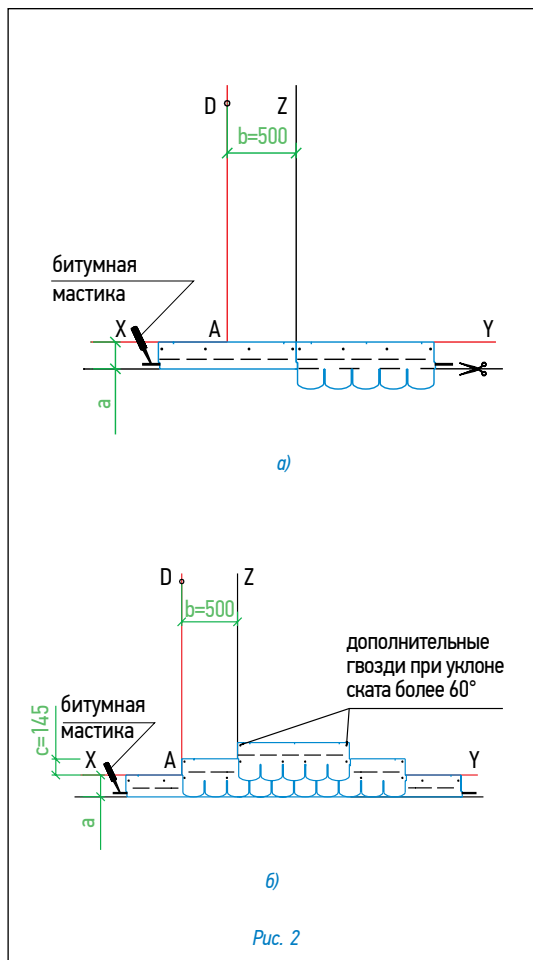

Рис. 2
Укладка материала (рис. 2)
- Начальный ряд формируется из специальной коньково-карнизной черепицы, либо из листов черепицы обрезанных по линии образованной конечными точками вырезов. Элементы начального ряда укладываются по линии карниза в обе стороны от линии Z (рис. 2а) и фиксируются по нижнему краю битумной мастикой, а по верхней кромке 4 гвоздями (ось гвоздей на 5 см ниже верхнего края полосы).
- далее первый ряд черепицы укладывается от линии AD (рис. 2б);
- второй ряд укладывается от линии Z (со смещением 50 см от AD) (рис. 2б);
Каждый лист черепицы крепится 4 гвоздями в штатных листах (ось гвоздей на линии битумных клеевых полос) таким образом, чтобы гвоздь прошивал и верхний край нижележащего листа черепицы (рис. 2б).